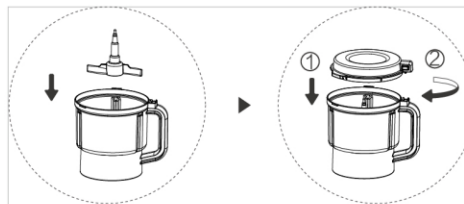

图9-1
- 将和面杆放入到多功能杯中（见图 9-1）；
- 将面粉和规定容量的水倒入多功能杯中，将绞肉和面杯盖安装到杯体组件上并旋紧（如图 9-1）；